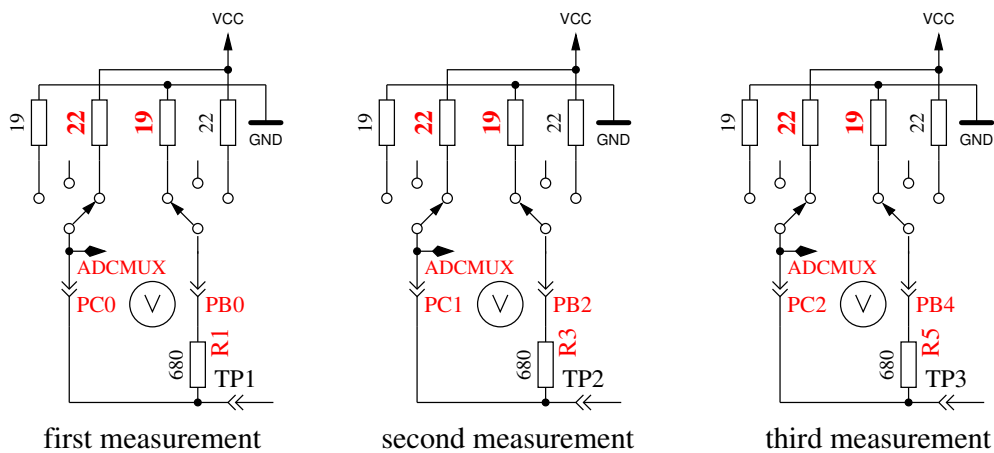

Abbildung 5.35: Messung des Innenwiderstandes des auf VCC geschalteten Port C Ausgängen.
8. **Messung des Innenwiderstandes von auf VCC geschalteten Port Ausgängen.** Der benötigte Strom wird von auf GND geschalteten 680Ω Widerständen geliefert. Der Text in der ersten LCD Zeile ist „Ri.Hi= (mV)“, wenn keine AUTO_CAL Option gesetzt ist. Mit gesetzter AUTO_CAL Option wird nur „Ri.Hi=“ ausgegeben. In der zweiten Zeile des LCDs werden drei Spannungswerte angezeigt als Differenz zu VCC. Es ist die gleiche Messung wie die in Test 7 zur anderen Seite, wie in Abbildung 5.35 gezeigt wird. Mit folgenden Schritten können Sie den Innenwiderstand selbst berechnen: Um den Strom zu berechnen: $(5001 - (\text{Ergebnis von Test 7}) - (\text{Ergebnis von Test 8})) / 680$. Sie können beide Widerstandswerte erhalten, indem Sie die jeweilige Spannung (Ergebnisse von Test 7 oder Test 8) durch diesen Strom dividieren. Wenn die AUTO_CAL Option gewählt wurde und der vorige und dieser Test achtmal wiederholt wurden, wird der Mittelwert der Innenwiderstände der Ausgabe-Ports im EEprom festgehalten. Das Ergebnis für diesen Test wird dann in Zeile 1 in $d\Omega$ angezeigt, der letzte Wert der Zeile 2 ist dann das Ergebnis für den vorigen Test (auf GND geschaltet). Diese Werte stehen dann für weitere Messungen zur Verfügung.